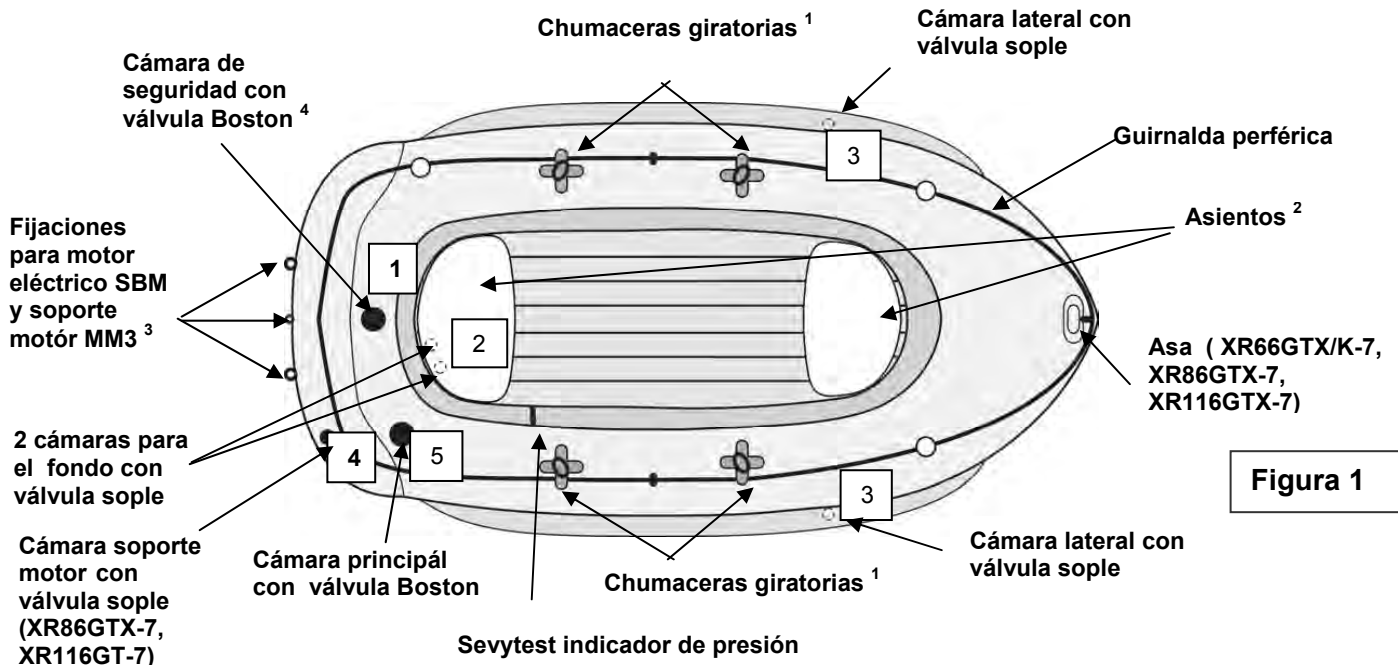

Figura 1
- a) Válvula(s) Boston (ver ilustración): para hinchar, quite el tapón de la válvula (1) ; enrosque el cuerpo de la válvula (2) en la base de la válvula (3), sobre el flotador ; verifique que el tapón sigue siendo accesible. Inserte la extremidad del tubo del hinchador en la válvula. Hinche el flotador hasta la presión requerida (ver punto 3). Al terminar el inflado, cierre la(s) válvula(s) con el tapón. **NOTA:** es normal comprobar un ligero escape de aire antes de apretar el tapón de una válvula. Únicamente **los tapones aseguran la ESTANQUEIDAD FINAL.**
2. Hinche el producto siguiendo el orden de hinchado indicado en la placa de identidad imprimida sobre el producto (referirse también la figura 1, numeración de las válvulas).
3. Presión requerida : **la presión de utilización es de 0,06 bar (= 60 mBar). No superarla.** El producto está equipado con un SEVYTEST, una escala de expansión que muestra hasta qué punto se puede hinchar. Hinche en primer lugar la cámara de seguridad (figura 1) hasta alcanzar la indicación "A" del Sevytest ; después, la cámara principal (figura 1) hasta alcanzar la indicación "B". **Sobrepresión** : deje escapar aire hasta alcanzar la presión requerida. **Poca presión** : vuelva a hinchar ligeramente. **NOTA** : después de numerosos hinchados, es posible que la indicación del SEVYTEST no vuelva a su posición inicial debido a un alargamiento del PVC bajo la influencia de la presión. Sin embargo permitirá verificar que la indicación permanece en la zona recomendada.